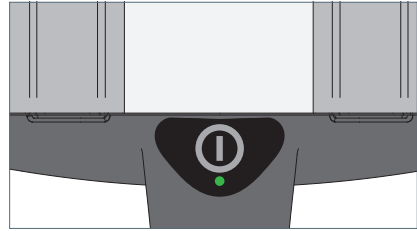

Fig. 3: Taste.
- ▶ Drücken Sie die Taste, siehe Fig. 3.
- ▶ Drücken Sie die Taste und halten Sie diese Taste gedrückt, siehe Fig. 3.